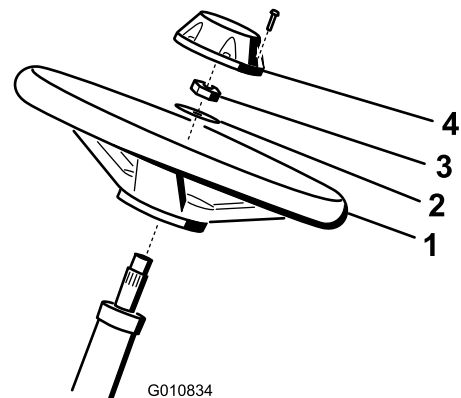

Bild 6
1. Schieben Sie das Lenkrad auf die Lenkwelle (Bild 6).
2. Schieben Sie die Scheibe auf die Lenkwelle (Bild 6).
3. Befestigen Sie das Lenkrad mit einer Sicherungsmutter an der Welle und ziehen es auf 27-35 N·m an (Bild 6).
4. Setzen Sie den Deckel auf und befestigen ihn mit sechs Schrauben am Lenkrad (Bild 6).